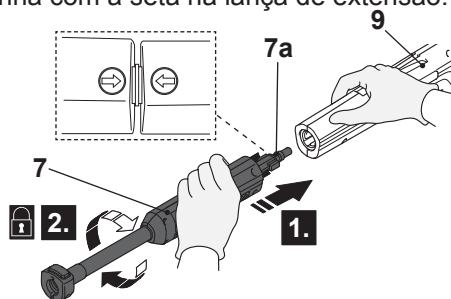

Fig. 3
1. Alinhe e insira as linguetas (7a) da lança de extensão (7) nas ranhuras da porta de ligação da pistola pulverizadora (9). (Fig. 3, etapa 1).
2. Ajuste com segurança a lança de extensão (7) girando-o no sentido dos ponteiros para travá-lo no lugar (passo 2). Assegure que a seta na pistola pulverizadora alinha com a seta na lança de extensão.